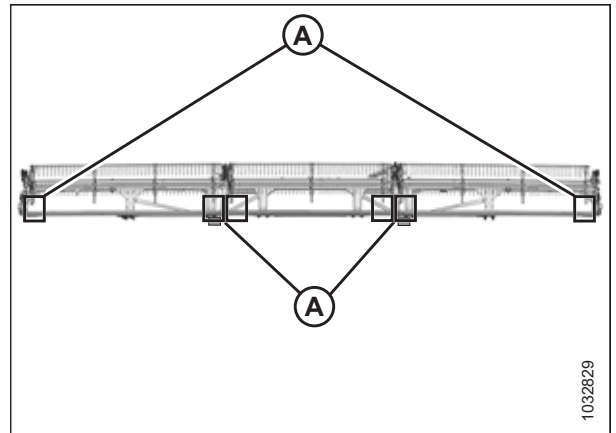

Figure 7.32: Emplacements de mesure FlexDraper® – Rabatteur triple
- Figure 7.32, page 215 – rabatteur triple